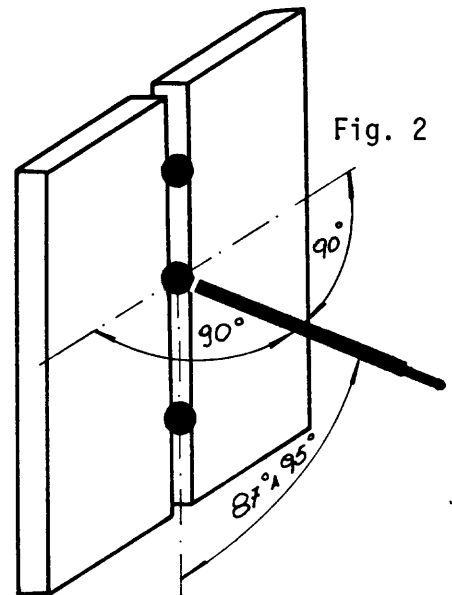

Fig. 2
- a Incline el electrodo (fig. 2).